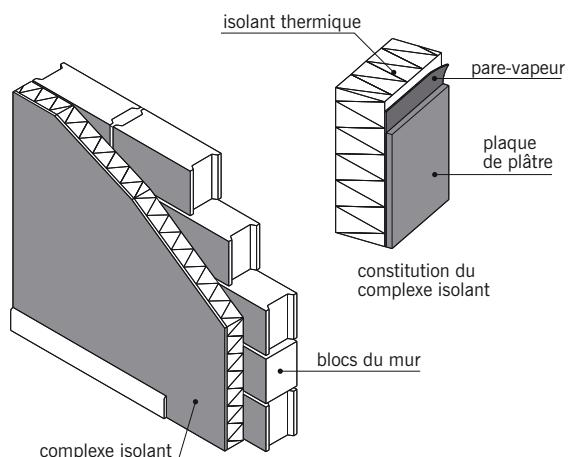

fig. 8.10
■ **Le complexe isolant** (fig. 8.10) : panneau mis en place contre la face intérieure d'un mur ou d'une cloison pour à la fois isoler thermiquement et former un parement fini plan. Le complexe isolant comprend généralement :